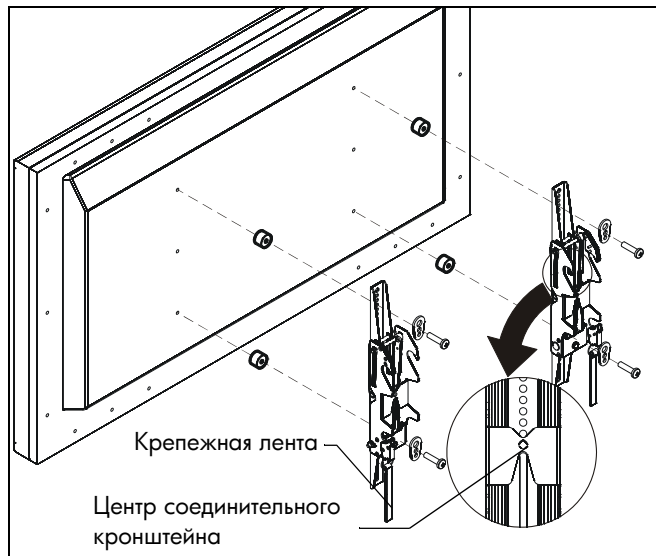

рис. 8
1. Совместите центры выдвижных профилей (U и V) со средней линией экрана. (см. рис. 8)
2. Достаньте из пакета с фурнитурой (A-N) винты соответствующего размера, втулки (при необходимости) и универсальные шайбы и прикрепите соединительные кронштейны к тыльной стороне экрана. (См. рис. 8)